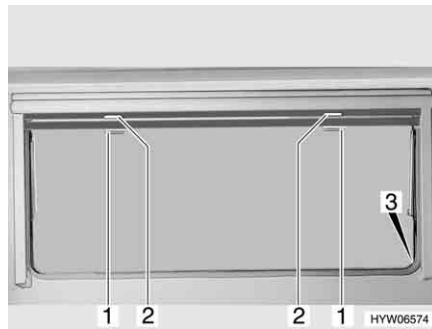

Fig. 56 Finestra apribile
- Tirare verso il basso l'oscurante a rullo accompagnandolo con la maniglia (Fig. 56,2). Quando si chiude completamente l'oscurante a rullo esso va agganciato da entrambi i lati al telaio della finestra nell'apposito elemento di fissaggio (Fig. 56,3).
- Quando l'oscurante a rullo è completamente chiuso: Spingere la maniglia (Fig. 56,2) verso il basso tirandola leggermente verso l'interno. Sganciare l'oscurante a rullo dagli elementi di fissaggio a destra e a sinistra del telaio della finestra.
- Quando l'oscurante a rullo si trova in posizione intermedia: Tirare la maniglia (Fig. 56,2) leggermente verso il basso finché l'elemento di fissaggio non si è sganciato.
- Tirare la maniglia (Fig. 56,1) della zanzariera a rullo verso il basso e agganciarla all'elemento di fissaggio (Fig. 56,3) su entrambi i lati del telaio della finestra.
- Spingere la maniglia (Fig. 56,1) verso il basso tirandola leggermente verso l'interno. Sganciare la zanzariera a rullo dagli elementi di fissaggio a destra e a sinistra del telaio della finestra.